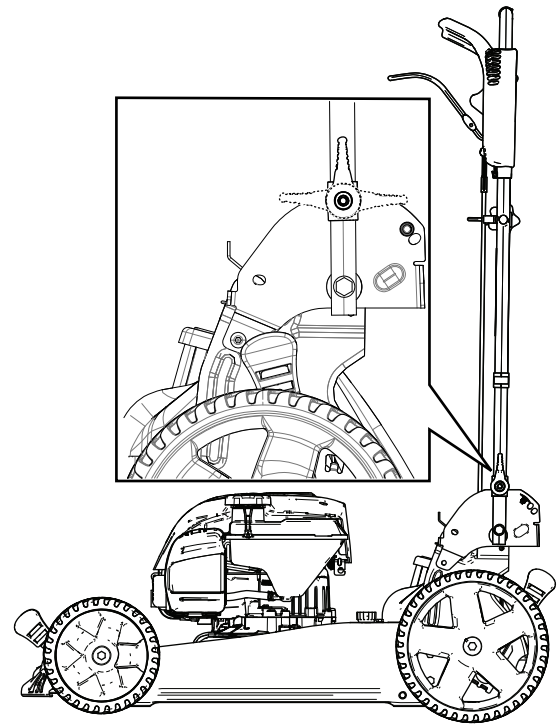

Figura 22
2. Pliegue el manillar hacia adelante, a la posición vertical o a la posición de plegado completo, según se indica en Figura 22.